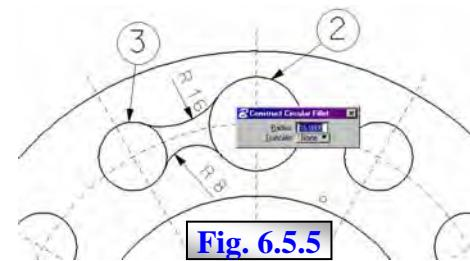

Fig. 6.5.5
6. Racordarea cercurilor 2 și 3 prin raza 8 respectiv 16, fig. 6.5.5